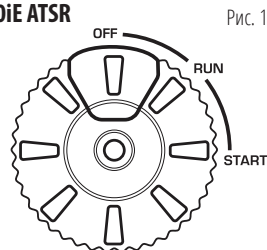

Рис. 1
4.2 Для запуска электростартом нажмите красную кнопку на многофункциональном выключателе двигателя. (Рис. 1)
5. После запуска двигателя верните колесо многофункционального выключателя в положение RUN (рис. 1)